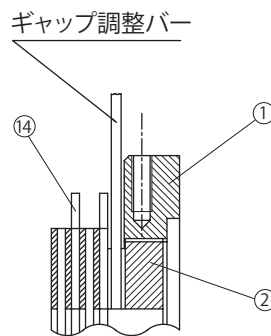

図 8-28
フィールド④側から見て左に回すとギャップが狭くなります。(図 8-28 参照)
- (4) アウターディスク⑭とセンターリング①の間には、取付ボルト③と固定ボルト①が交互に6本ずつ通っているため、ギャップ調整バーを回していくとそれらのボルトに当たります。ギャップ調整ネジ②には8等配の溝があり、ギャップ調整バーがボルトに当たるごとに(3)を繰り返して、ギャップ G を規定値に調整します。
- (5) ストッパー⑬を、規定ギャップに最も近い溝とネジ穴の点を選び取り付けてください。
- (6) ブレーキの手動解放を元の状態に復帰させた後、電源を入・切してブレーキ動作を確認してください。
- (7) ファン⑦、カバー⑧を取り付けます。この時ファンセットボルト⑩には、スリーボンド TB2365 を塗布してください。